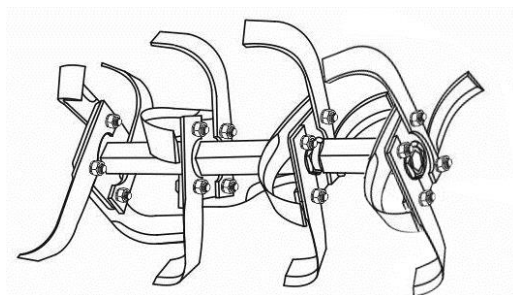

Рисунок 4.6. Ґрунтофреза у зборі
6. Скласти інші сегменти ротора ґрунтофрези (див. Рисунок 4.6.). Складання лівої половини ґрунтофрези здійснюється аналогічно, з урахуванням напрямку обертання ротора.